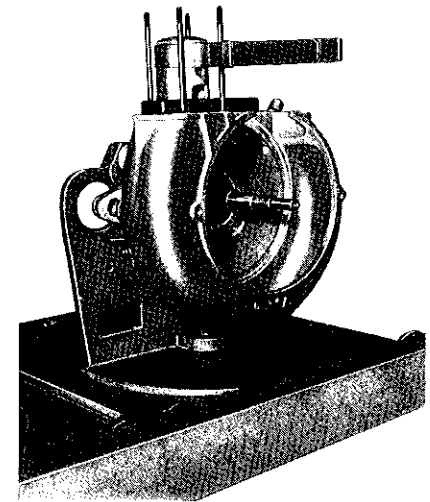

Bild 26. Kolbenringklemme aufsetzen
11. Kolbenringklemme aufsetzen (Bild 26).